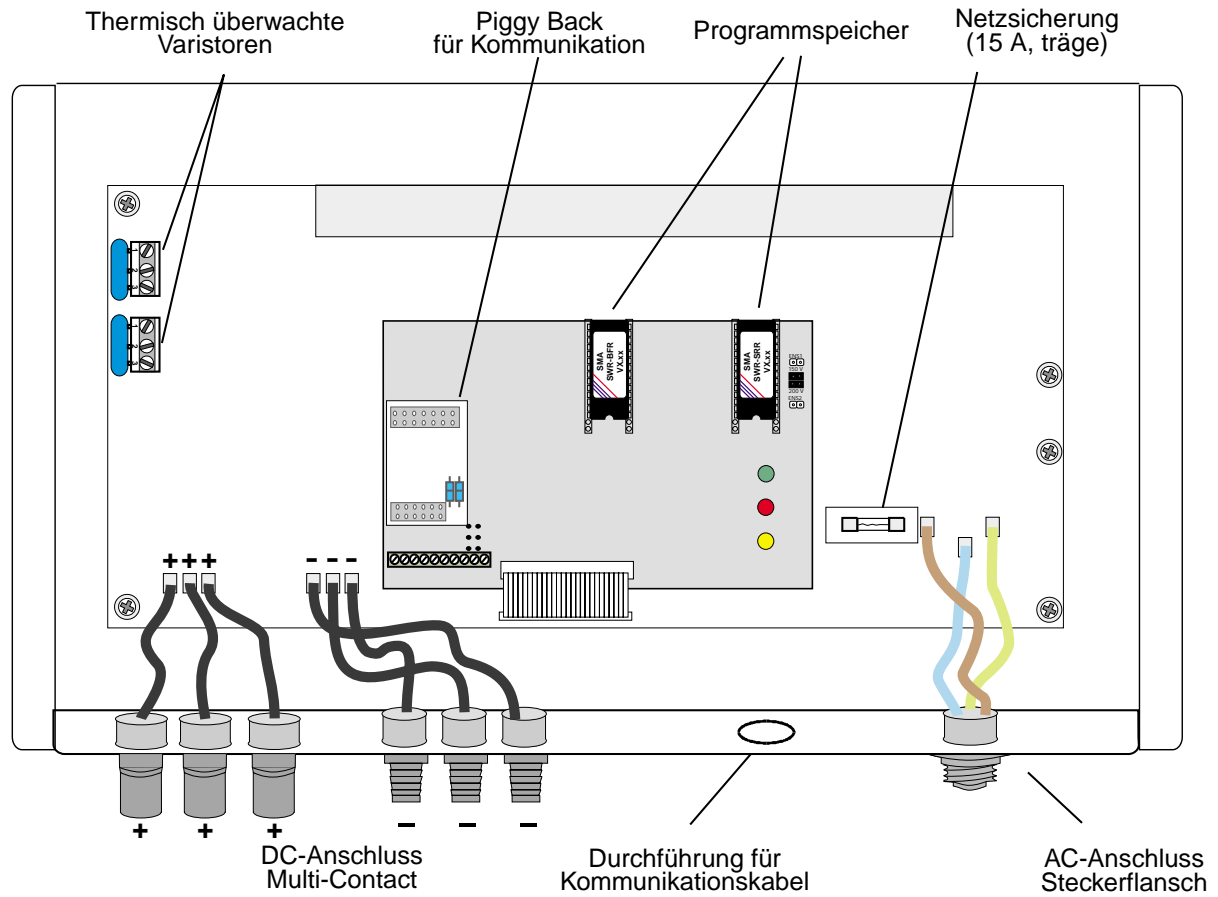

Abbildung 5.3: Innenansicht des *Sunny Boy 3000*
- Die beiden thermisch überwachten Varistoren V1 und V2 (siehe Abbildung 5.3: Innenansicht des *Sunny Boy 3000*) mittels geeignetem Schraubendreher lösen und herausnehmen.
Diese sollte im Gerät den korrekten Anschluss sowie die interne Schmelzsicherung überprüfen (siehe Abbildung 5.3 auf Seite 46).
4. Sie haben nun den geöffneten *Sunny Boy* vor sich und können sich mit der Lage der für Sie relevanten Bauteile und Klemmen vertraut machen. Dort finden Sie (siehe Abbildung 5.3):